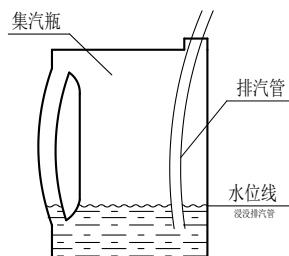

图 6 集汽瓶注水说明示意图
- b. 取下设备左侧的集汽瓶，注入适量冷水，供设备排汽冷却用。将集汽瓶放回原位（排气管插入集汽瓶内，并浸没）。如下图 6 所示：